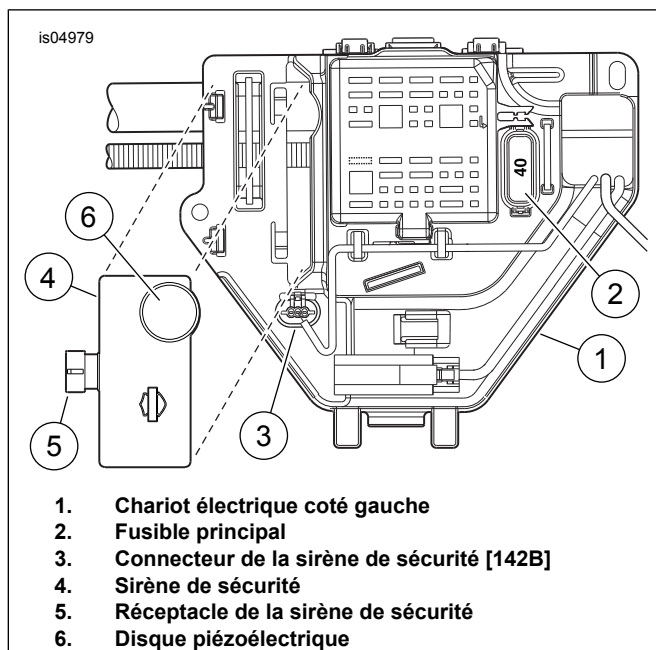

Figure 18. Touring et Trike 2008-2013
4. Voir la Figure 18. Retirer le connecteur de la sirène de sécurité [142B] (3) de la fixation du boîtier électrique. Insérer le connecteur de la sirène de sécurité [142B] dans le réceptacle de la sirène de sécurité (5) jusqu'à ce qu'il soit adéquatement fixé.
5. Faire glisser la sirène en place sur le côté gauche du chariot électrique de façon à ce que le disque sondeur (6) soit orienté vers l'extérieur.